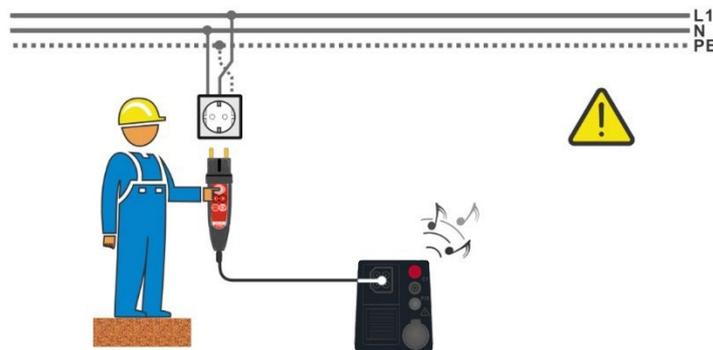
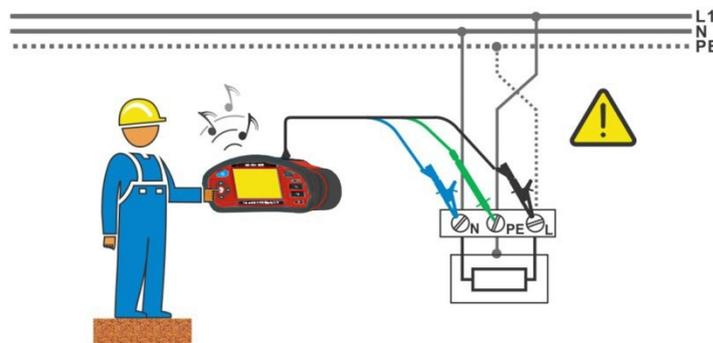

Abbildung 1.1: Vertauschte Leiter L und PE (Commander-Prüfstecker)
Abbildung 1.2: Vertauschte Leiter L und PE (Verwendung der 3-Leiter Prüflleitung)
- › Schließen Sie die Prüflleitungen am Prüfobjekt an, siehe **Abbildung 1.1** und **Abbildung 1.2**.